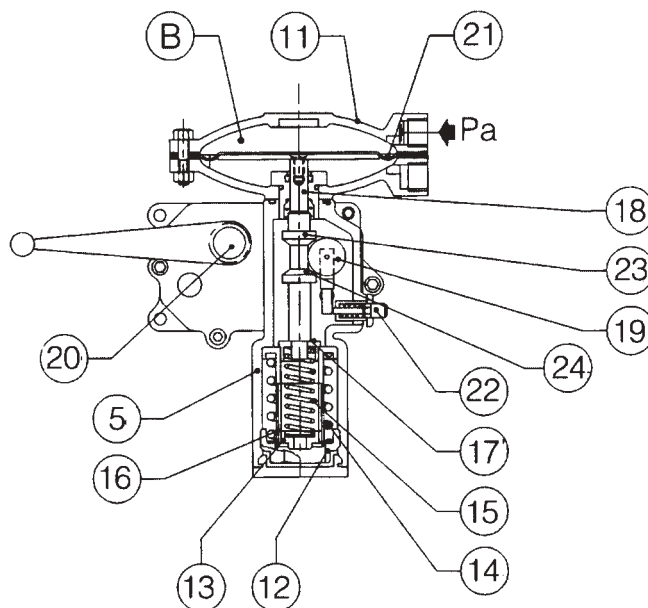

Fig. 2
- un dispositivo pressostatico I-N (Fig. 2) che con il proprio cinematismo interno determina la posizione di apertura o chiusura dell'otturatore A.
- ein Druckmeßwerk (Fig. 2), das durch seine internen Stellglieder die Öffnungs- oder Schließposition des Ventiltellers A bestimmt.
- *un dispositif pressostatique I-N (Fig. 2) qui, par une cinématique interne, détermine la position d'ouverture ou de fermeture du clapet A.*
- un dispositivo presostático I-N (Fig. 2) que con su propio funcionamiento determina la posición de apertura o cierre del obturador "A".
- *um dispositivo pressostático I-N (Fig. 2) que por meio do próprio cinematismo colocado no seu interior determina a posição de abertura ou de fechamento do obturador "A".*
Le dispositif pressostatique (fig. 2) comprend une tête de commande 11 dans laquelle la pression à contrôler P_a agit sur la membrane 21 qui est solidaire de l'arbre équipé de cames 18.
El dispositivo presostático (fig. 2) comprende un cabezal de mando 11, en el que la presión a controlar P_a actúa sobre la membrana 21, solidaria al eje 18 dotado de levas de disco.
O dispositivo pressostático (fig. 2) é completo de uma cabeça de comando 11 na qual a pressão a ser controlada " P_a " atua na membrana 21 que é unida à pequena árvore provida de cames 18.